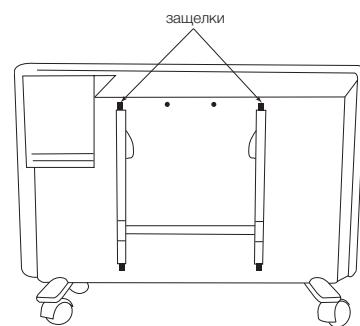

Рис. 4
- нажмите на защелки и потяните кронштейн на себя нажав вниз на две защелки (рис. 4);
защелки (рис. 4) на задней стенке обогревателя, и потяните сам обогреватель вперед. После того, как он будет снят, можно будет вымыть стенку, на которой он был установлен. После завершения уборки установите обогреватель в его нормальное рабочее положение. Рекомендуемая температура и влажность в помещении: